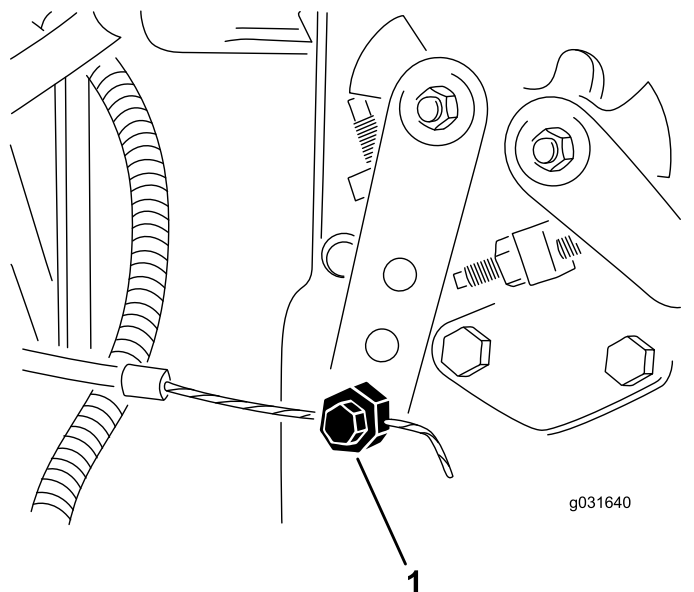

図 61
2. 噴射ポンプのレバーアーム 図 61 の部分にあるスロットルケーブルのコネクタをゆるめる。